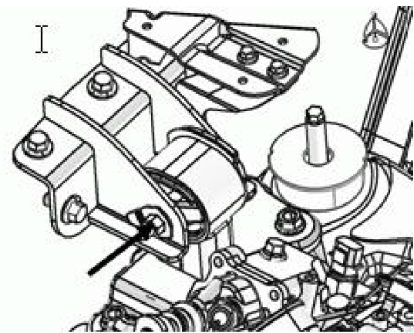

图 11
2.8.3 拆下发动机左悬置安装支座与左悬置安装支架之间相连接的 1 个横穿螺栓和 1 个六角螺母 (如下图 11 所示)。
母打力矩为 55 N.m (如图 11 所示)
2.9.3 调整发动机的姿态使左悬置支架与左悬置支座上的安装孔对齐 (如图 11 所示)，穿入螺栓后带上六角螺母后打紧。